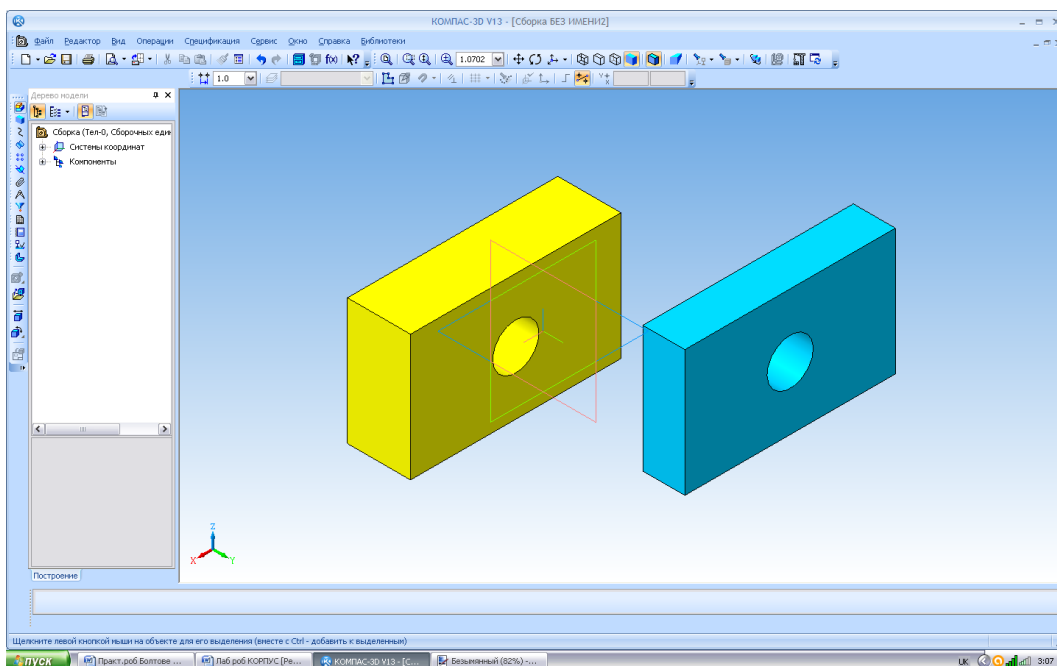

Рис. 3.6.7
2. Повторити команду «Добавить из файла» . Вибрати необхідний файл «Пластина» та клацнути на полі збірки. Отримаємо 2 деталі (рис.3.6.7).